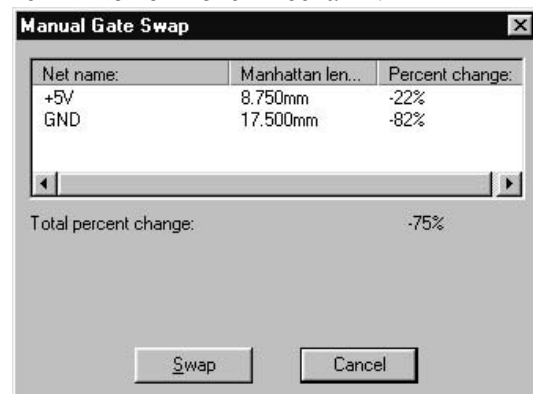

Рис. 7.2.2
- Начнем с разъема. Поменяем местами соединения 1-го и 2-го выводов. Щелкнуть ЛК по 1-му выводу. Вывод и подходящие к нему соединения изменят цвет. После этого щелкнуть ЛК по 2-му выводу, с которым необходимо поменять еоединение. Откроется диалоговое окно **Manual Gate Swap** (рис. 7.2.2), в котором указывается уменьшение (со знаком «-») или увеличение (со знаком «+») длины как отдельных цепей, которые перемещаются, так и суммарной длины всех соединений. В данном случае перестановка сократит длину соединений, поэтому нажать кнопку **Swap** и соединения поменяются местами.